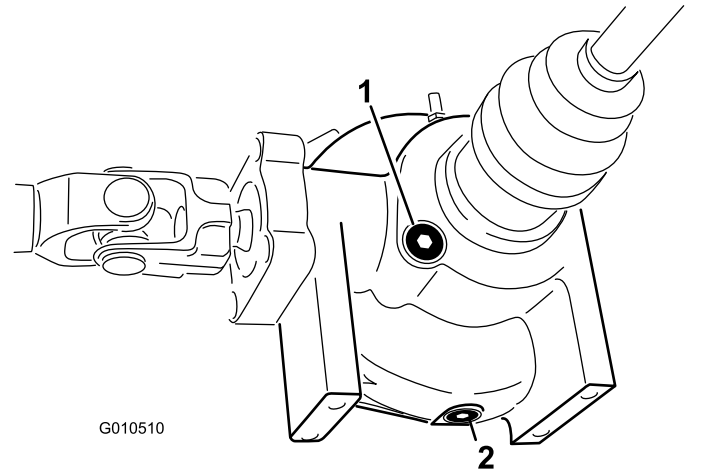

图43
4. 清洁差速器侧面加油/检查塞周围的区域（图43）。
4. 清洁差速器侧面排油塞周围的区域（图43）。